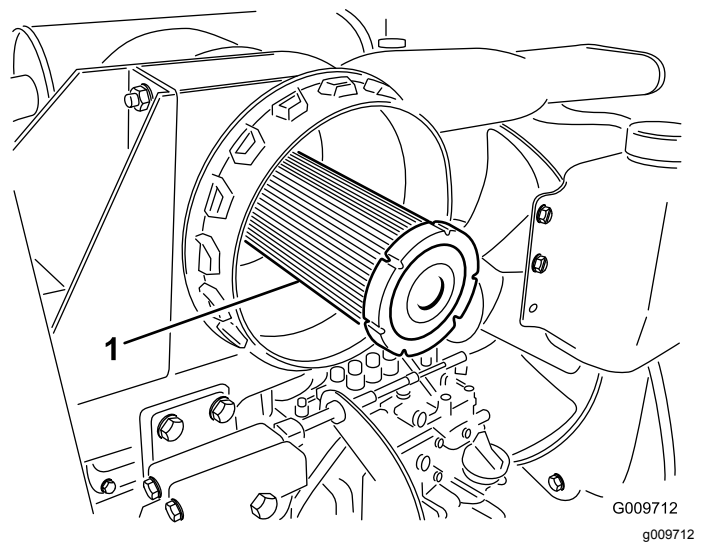

Bild 78
**Wichtig:** Versuchen Sie nicht, den Sicherheitsfilter zu reinigen (Bild 78). Tauschen Sie den Sicherheitsfilter bei jeder dritten Wartung des Hauptluftfilters aus.